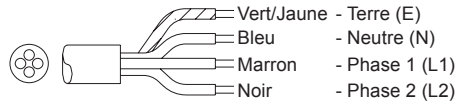

fig. 5
- (fig. 5) 380V 2 phases (câble 4 fils)